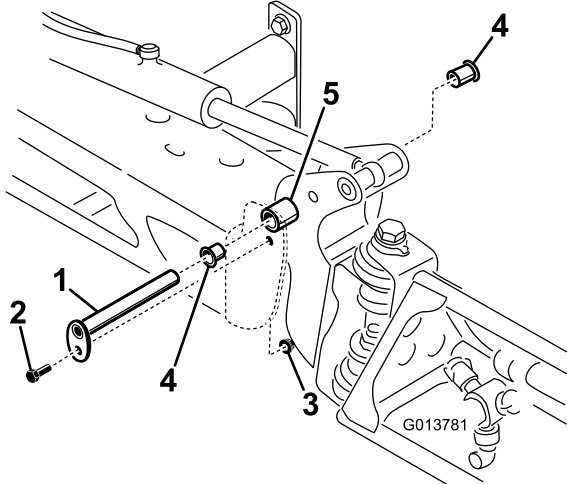

图 98
3. 支撑住喷洒臂的重量、然后拆下将枢轴销紧固到喷洒臂组件的螺栓和螺母图 98。
4. 拆下枢轴销图 98。
6. 从枢轴支架的前后侧拆下尼龙轴套并进行检查图 98。
8. 将喷洒臂和枢轴支架组件装回中心机架上对准开口图 98。